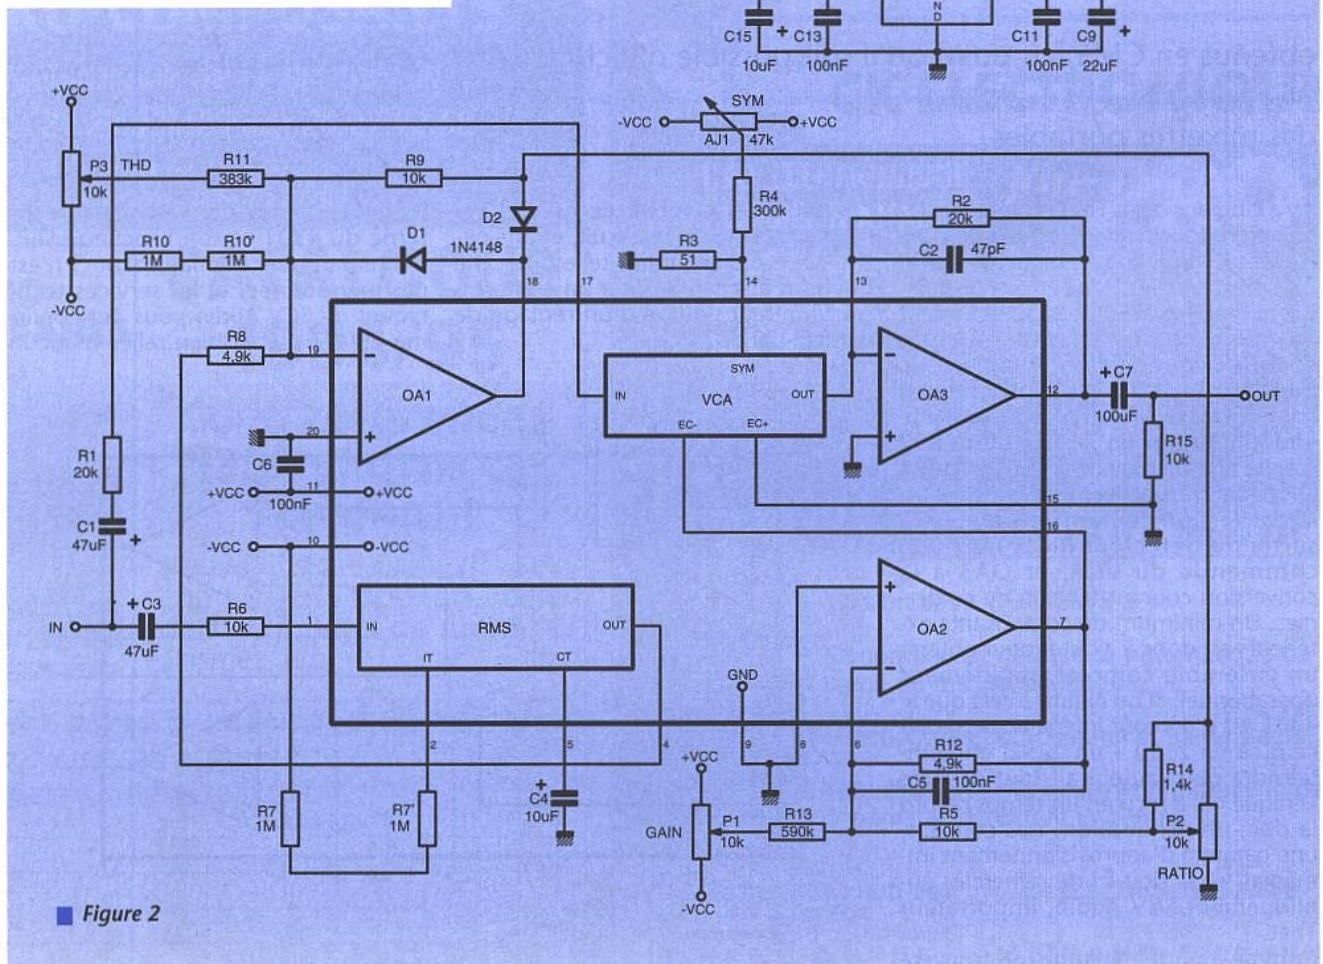

Figure 2
La figure 2 (voir certaines conditions des tableaux précédents) propose une mise en application typique pour obtenir un compresseur/limiteur. Elle correspond strictement à la Data Sheet de That, à l'exclusion des régulateurs d'alimentations que nous avons implantés sur la carte d'évaluation donnée ci-après. La documentation commence par un bref rappel des fonctions VCA, RMS et des caractéristiques des OAP intégrés. Les fidèles lecteurs connaissent bien les
L'application proposée figure 2 montre avec quelle simplicité le 4301 peut être mis en œuvre pour construire un compresseur/limiteur de qualité. Ici, il n'a pas été prévu d'intervenir manuellement sur les temps d'attaque et de retour : ce sont ceux du détecteur RMS qui s'imposent. Par contre, on dispose d'un réglage de seuil permettant de traiter des signaux de -46 dBV à +14 et, bien entendu, d'un potentiomètre de ratio capable d'éliminer l'effet (1/1) ou de limiter (20/1) avec tous les taux intermédiaires.
4. Test circuit is the VCA section only from Figure 2.
5. Except as noted, test circuit is the RMS-Detector section only from Figure 2.